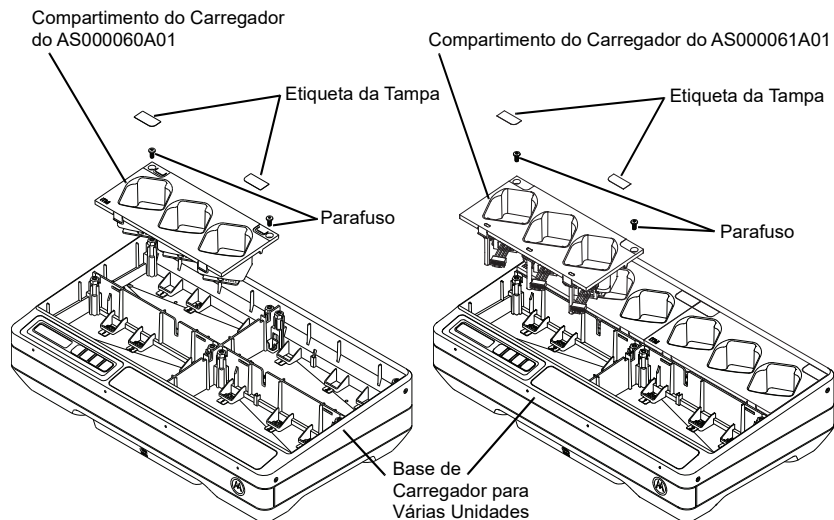

Figura 7: Instalação e remoção do compartimento do carregador.
4. Remova o Chicote do Compartimento puxando-o para cima do conector (Consulte a Figura 7).